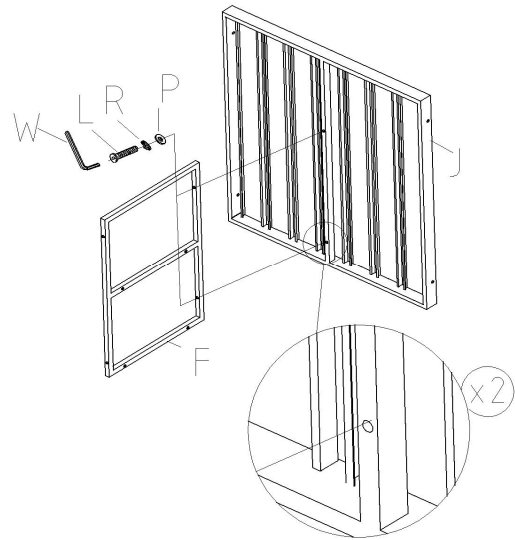

Figura 1
1. Fije el divisor (F) a la parte trasera (J) con 2 tornillos $\frac{1}{4}$ in x 30 mm (L), 2 arandelas planas (P) y 2 arandelas elásticas (R) utilizando la llave Allen (W) La derecha, (ver Figura 1). Nota: NO apriete los pernos hasta que todos los pernos hayan sido arrancados; El destornillador Philips NO está incluido.